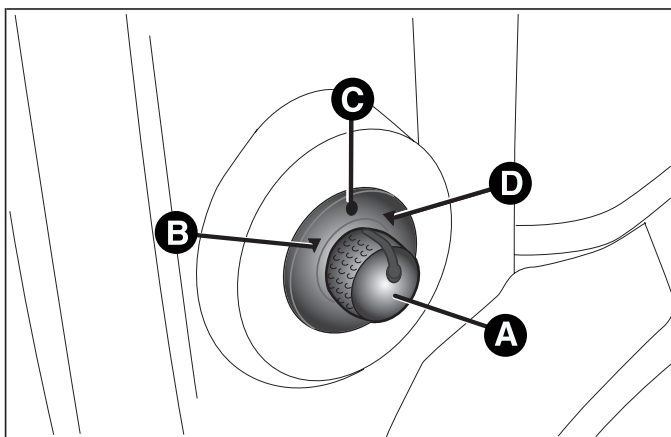

fig. 24
- ☐ selezionare mediante il deviatore A fig. 24 lo specchio desiderato (destro o sinistro);